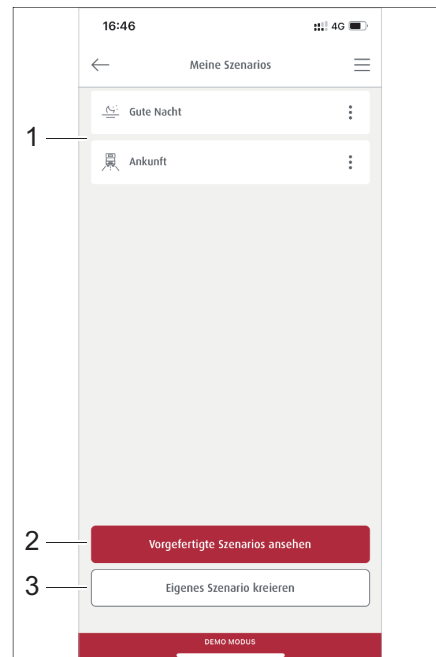

Bild 305 Verwaltung der Szenarios
Im Bereich *Szenarios* werden alle gespeicherten Szenarios (Bild 305,1) aufgeführt. Vorgefertigte Szenarios (Bild 305,2) können angesehen oder neue erstellt werden (Bild 305,3).
- Im Menü *Szenarios* auf Schaltfläche *Vorgefertigte Szenarios ansehen* (Bild 305,2) tippen.
Die Schaltflächen der gewählten Szenarios sind rot umrandet und werden in die Liste im Menü *Meine Szenarios* übernommen (Bild 305,1).